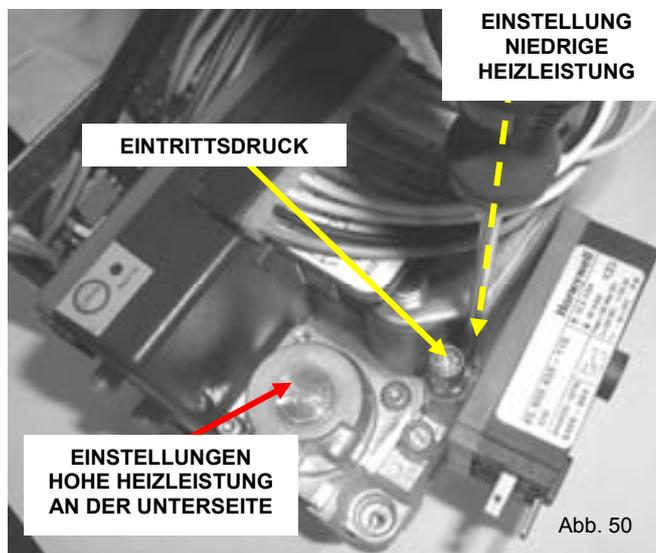

Abb. 50
- Schließen Sie den Schlauch des Kontrollmanometers an den **Eingangsdruckmessstutzen (Abbildung 50)** des Gasregelventils an, nachdem Sie die Schraube um eine Umdrehung gelöst haben.